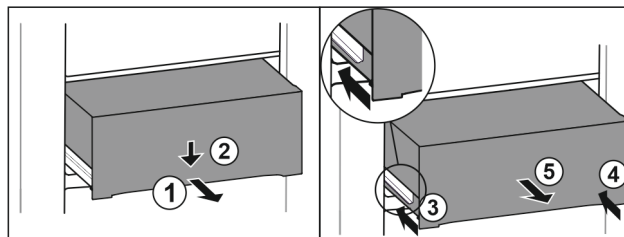

Fig. 110
- ▶ Tirer le tiroir jusqu'à mi-chemin. Fig. 110 (1)
- ▶ Appuyer sur l'avant du tiroir vers le bas. Fig. 110 (2)
- ▶ Insérer le rail gauche d'env. 2 cm (13/16 in). Fig. 110 (3)
- ▶ Insérer le rail droit d'env. 2 cm (13/16 in). Fig. 110 (4)
- ▶ Retirer le tiroir par l'avant. Fig. 110 (5)